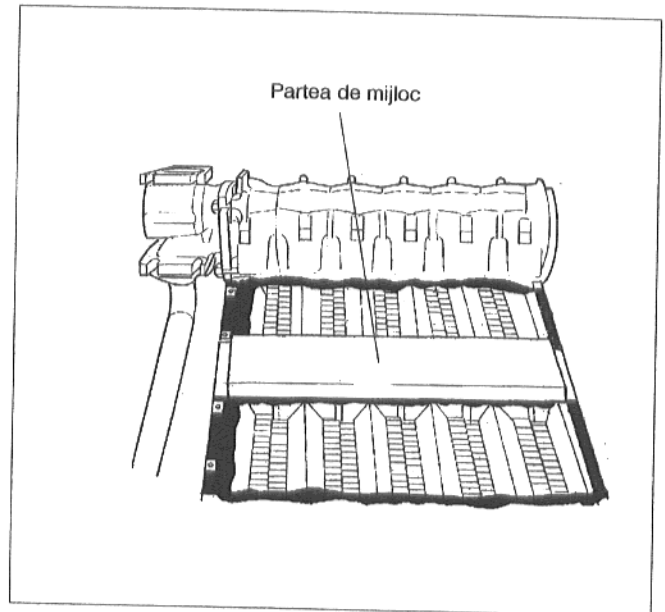

Fig. 15
- Partea de mijloc se va alinia la muchia frontală (Fig. 15).